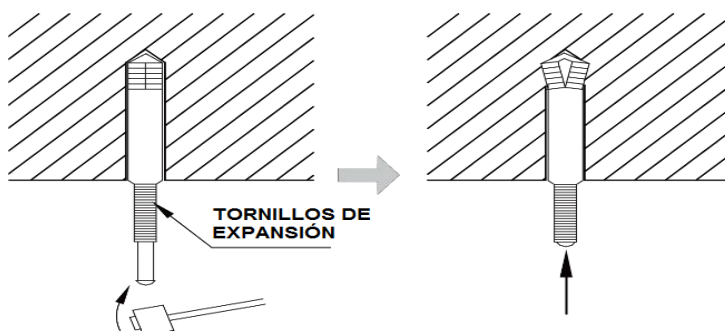

Fig.4
- 2) Inserte el perno de expansión M10 en el orificio y luego golpee el clavo en el perno, como se muestra en la Fig 4.